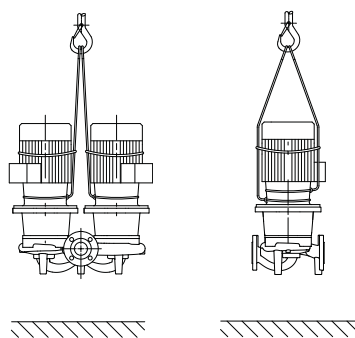

Fig. 6: Pumpun kuljetus
- Moottorissa olevat kuljetussilmukat on tarkoitettu vain kuorman kannattimen ohjaukseen (Fig. 6).